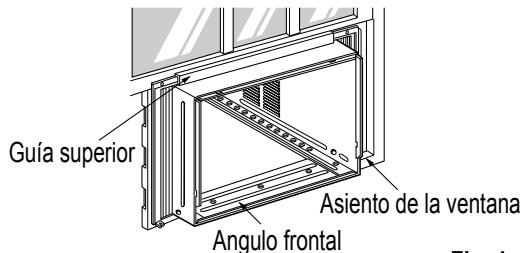

Fig. 1
- Quite los tornillos que unen el gabinete a ambos lados y a la parte posterior. FIG.1
1. Abra la ventana. Marque una línea en el centro del asiento de la ventana. Coloque cuidadosamente el gabinete sobre el asiento de la ventana alinee la marca central de la parte inferior frontal con la línea marcada en el centro del asiento de la ventana. Fig. 1